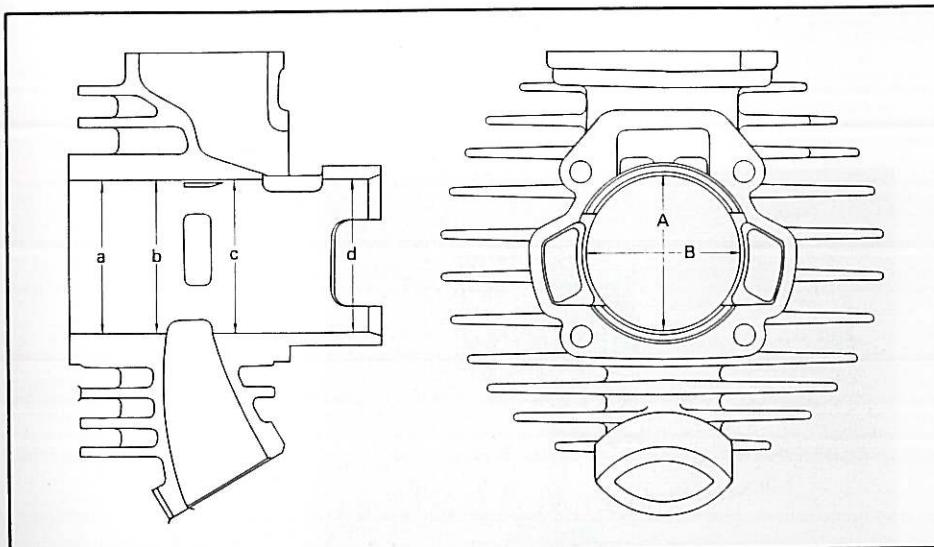

Fig. 3-3-3
2. Using a cylinder gauge set to standard bore size, measure the cylinder. Measure front-to-rear and side-to-side at top, center and bottom just above exhaust port. Compare minimum and maximum measurements. If over tolerance and not correctable by honing, rebore to next over-size. (Fig. 3-3-3, and 3-3-4)
2. A l'aide d'un comparateur réglé sur l'alésage normal, mesurer le diamètre du cylindre dans les directions longitudinale et latérale, et à trois niveaux différents: en haut, au centre, c'est-à-dire juste au-dessus de la lumière d'échappement, et en bas. Comparer les diamètres maximum et minimum. Si la différence dépasse la tolérance, et si on ne peut pas y remédier par rodage, réaliser le cylindre conformément au diamètre du piston surprofilé à côté immédiatement supérieure. (Fig. 3-3-3 et 3-3-4)
2. Zylinderbohrung mit einer Zylindermeßuhr für Normaldurchmesser messen. Die Messung ist sowohl in Längs als auch in Querrichtung an der Oberkante, im Mittelteil und im unteren Teil (gerade über den Auslaßöffnungen) des Zylinders durchzuführen. Größte und kleinste Messungen miteinander vergleichen. Wenn diese außerhalb der Toleranz liegen und nicht durch Honen zu berichtigen sind, muß der Zylinder auf die nächste Übergröße aufgebohrt werden. (Fig. 3-3-3 und 3-3-4)